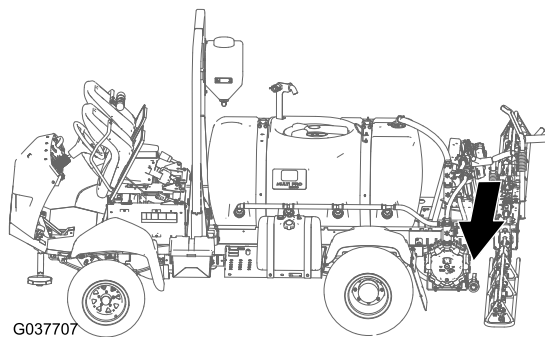
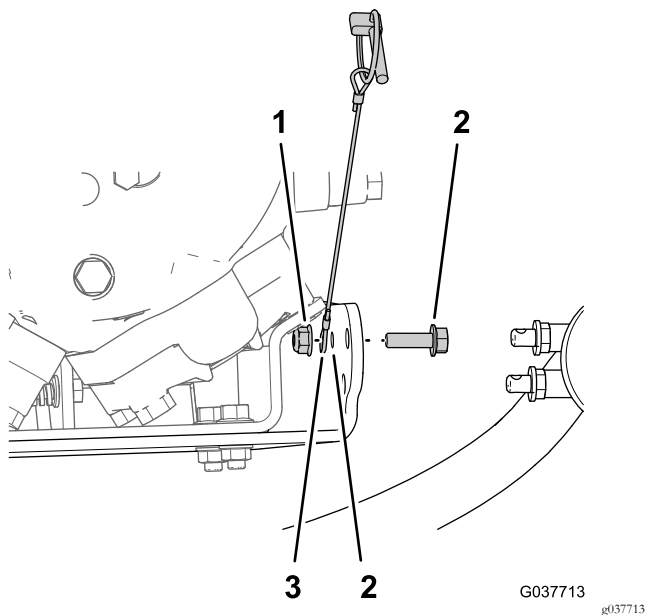

Figura 80
Figura 81
1. Montate il cavo dell'acciarino, il bullone a testa flangiata (5/16 x 1 poll.) e il dado di bloccaggio flangiato (5/16 poll.) che avete rimosso al passaggio 4 di Preparazione della macchina \(pagina 5\) nel foro di 8 mm (5/16 poll.) nell'angolo posteriore esterno della staffa della pompa dell'irroratrice (Figura 80 e Figura 81).